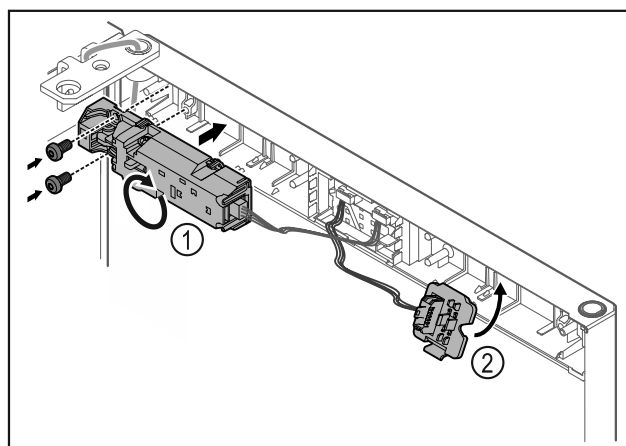

Fig. 24
- ▶ Okrenite daljinsku bravu Fig. 24 (1) za 180° i pričvrstite je na suprotnu stranu.
- ▶ Uglavite držač utikača Fig. 24 (2) na suprotnu stranu.